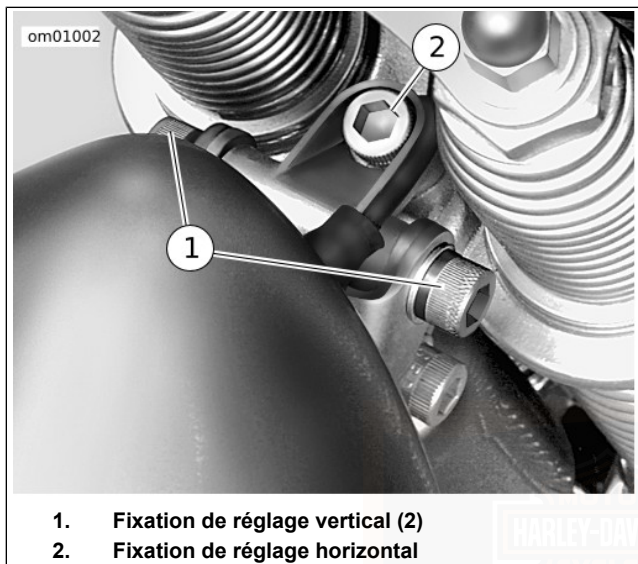

Figure 46. Réglage du phare : FLSTSC
1. Voir la Figure 46. Fixer le réglage vertical.
- a. Desserrer les deux fixations de réglage vertical (1).
- a. Desserrer la fixation de réglage horizontal (2).